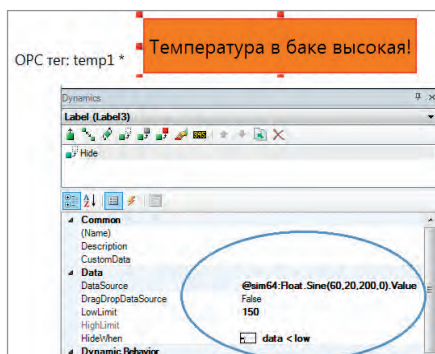

Рис. 12. Динамика скрытия сообщения по значению ОРС-тега
2. В качестве альтернативного варианта можно использовать динамику Hide (скрытие) для объектов в GraphWorX64. Наиболее простой вариант – создать графический элемент (или слой, на котором размещены необходимые элементы) с требуемым сообщением, которое будет появляться при выходе значения OPC-тега за предельные границы (рис. 12). В этом случае не надо даже привязываться к серверу тревог. Если сообщение необходимо выводить строго при возникновении аварии в соответствии с настройками тега тревог в AlarmWorX64 Server, то динамику Hide можно привязать к атрибуту, отвечающего за состояние тревоги *LIM_Active* или к атрибуту квитирования *LIM_Acked*. Атрибут *LIM_Active* равен 1 при наличии тревоги. Атрибут *LIM_Acked* принимает значение 1 при квитировании тревоги оператором (при возврате OPC-тега в нормальное состояние значение 1 сохраняется) и принимает значение 0, когда тревога возникла, но ещё не квитирована.